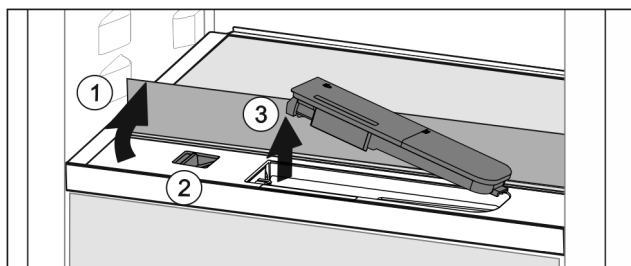

Fig. 45
- ▶ Skleněnou desku nadzvedněte a zaklapněte dozadu až na doraz Fig. 45 (1).
- ▶ Posuvník *Fig. 45 (2)* posuňte doleva.
- ▶ Vyměňte nádržku na vodu *Fig. 45 (3)*.